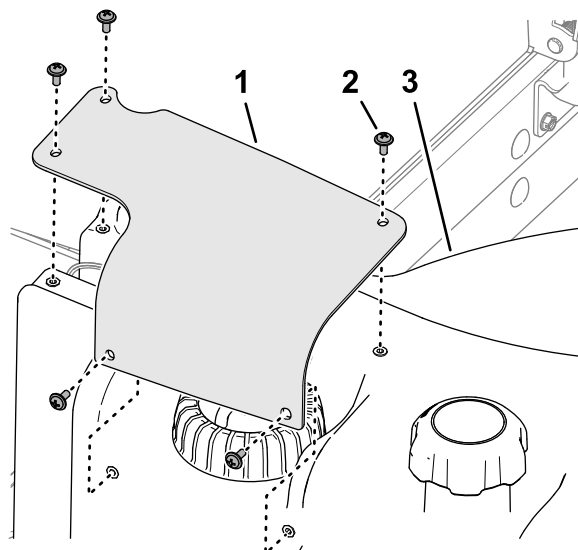

Рисунок 93
7. Совместите отверстия в кожухе датчика уровня топлива с отверстиями в топливном баке и прикрепите кожух к баку с помощью 5 винтов с крестообразным шлицем (**Рисунок 93**).